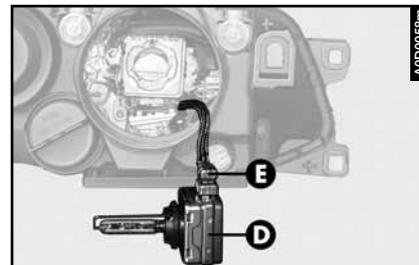

fig. 28
- Défiler l'ampoule (D- fig. 28) et détacher le connecteur (E) engagé à pression.